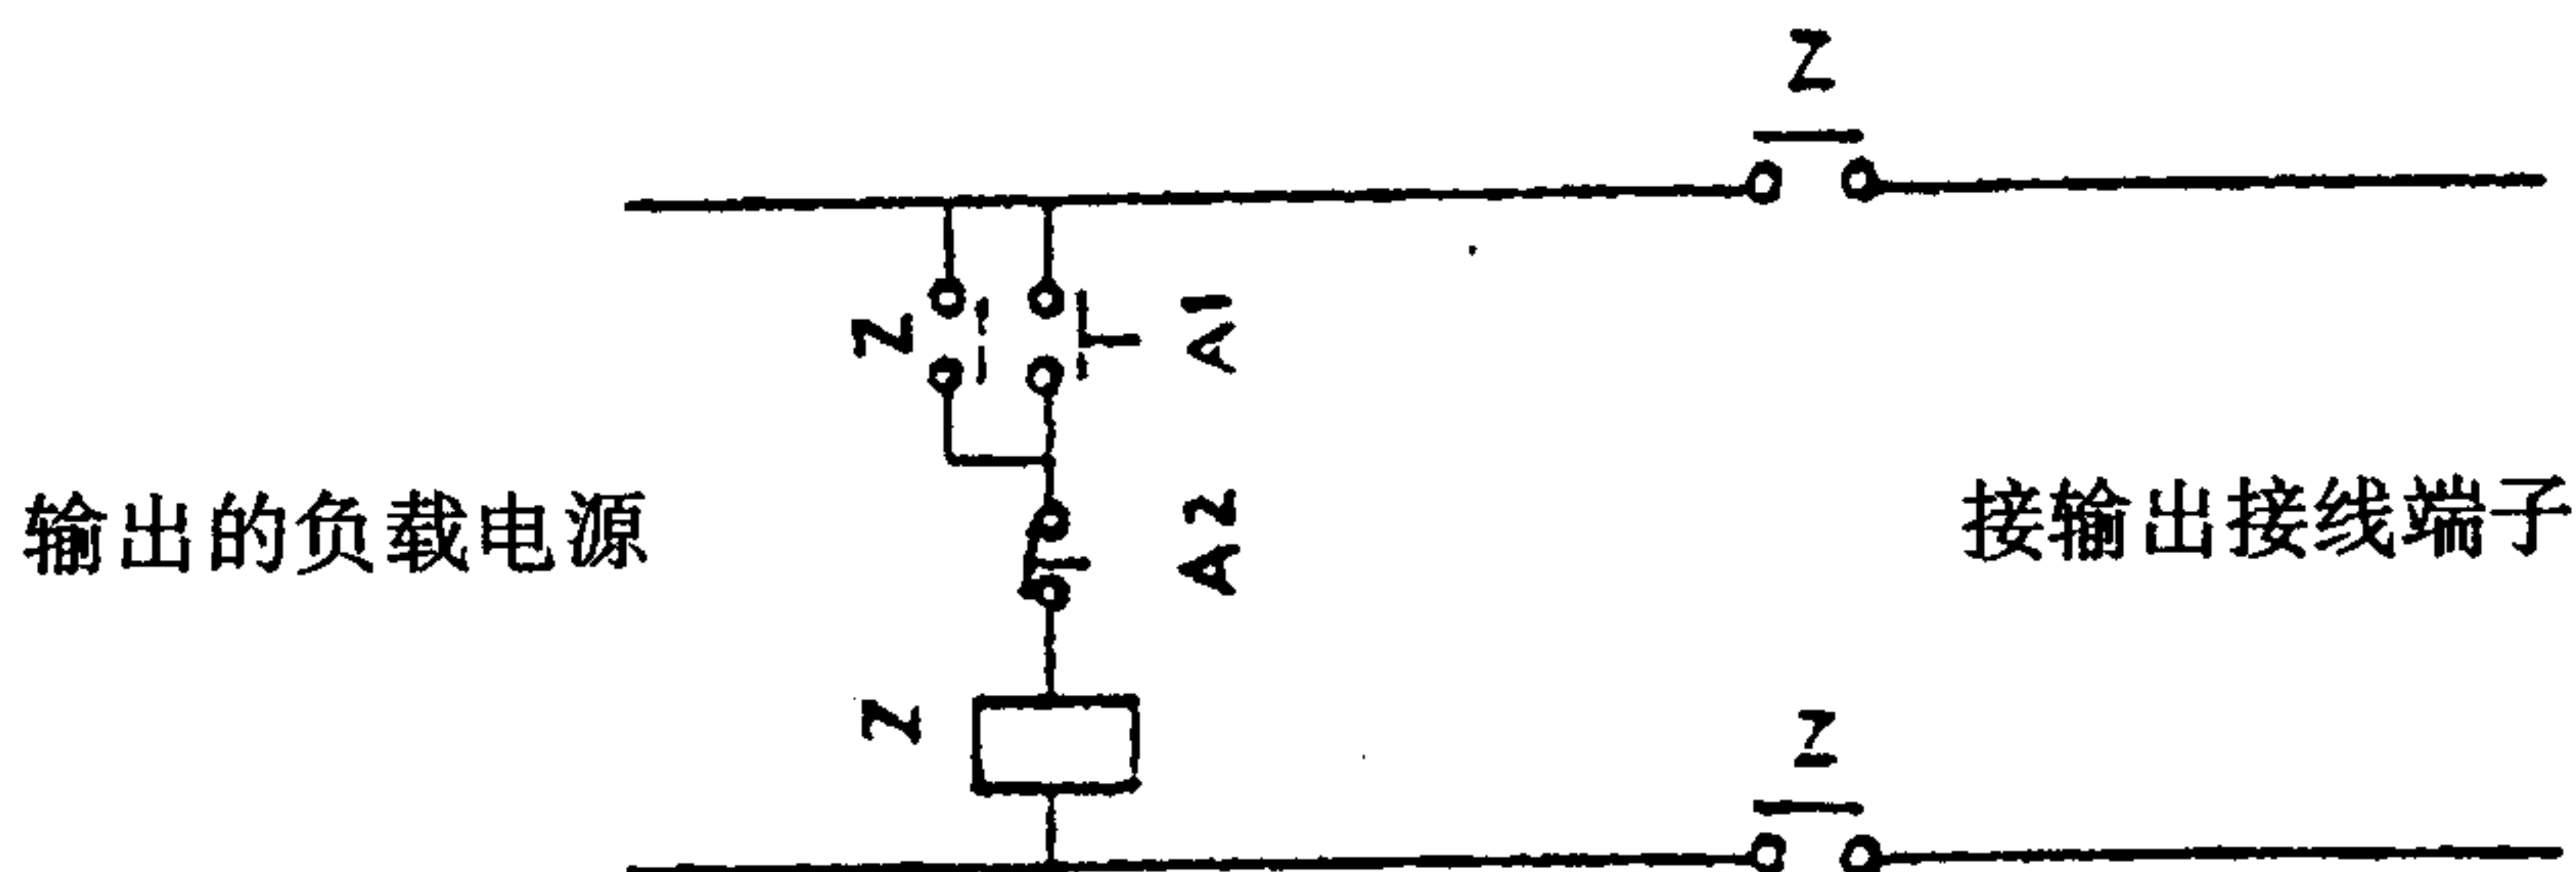

图 1—8 输出负载电源的连接
1、出厂时为了防止镍镉电池无效的消耗,由跳线座将其断开(见图 1—4,插头在“OFF”一方)。故使用前首先将跳线座接上(拔起插头,插向“ON”一方,电池方能向 RAM 有效地供电。